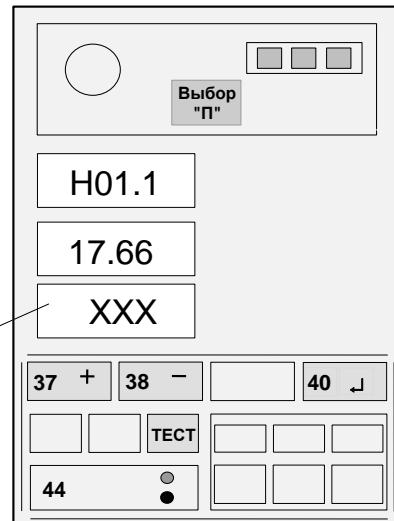

Рисунок 12
4.4.6.3 Нажать на время 1 с кнопку "Л" (40) и, проконтролировав короткий звуковой сигнал, отпустить кнопку (см. рисунок 12).